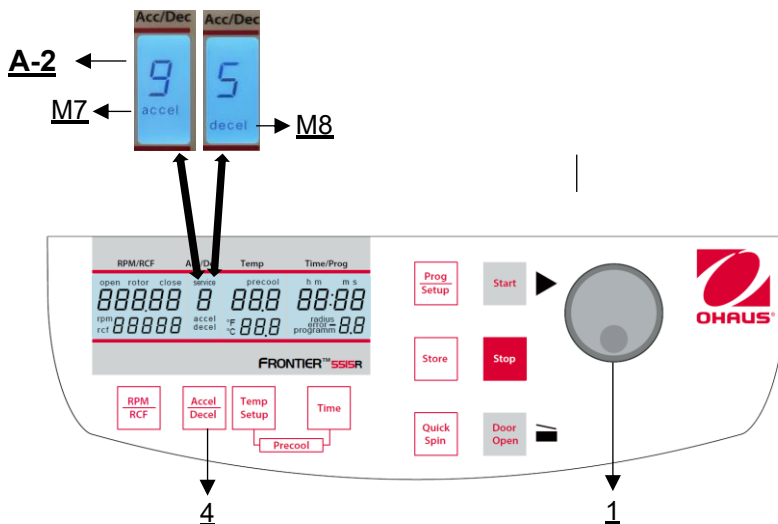

Abbildung 17
Diese Funktion wird über die Taste **"Accel/Decel"** (4) aktiviert (siehe **Abbildung 17**).